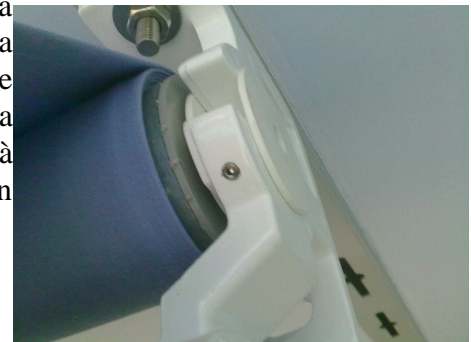

Figura 2.5
- (e) Posizionare due scale sotto la posizione delle staffe (sia della prima appena montata che della seconda, ancora da montare, la cui posizione risulta per ora di massima) e fissare, con l'ausilio di un'assistente, la tenda nella posizione finale, innestando il rullo sull'attacco già fissato (Figura 2.5). Determinare così e tracciare con esattezza la posizione della seconda staffa.